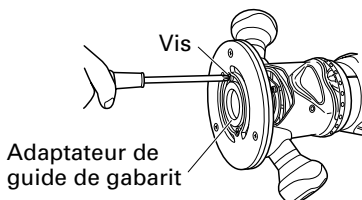

Fig. 8
- (1) Desserrer les deux vis de l'adaptateur de guide de gabarit, de façon à pouvoir déplacer l'adaptateur de guide de gabarit. (Fig. 8)